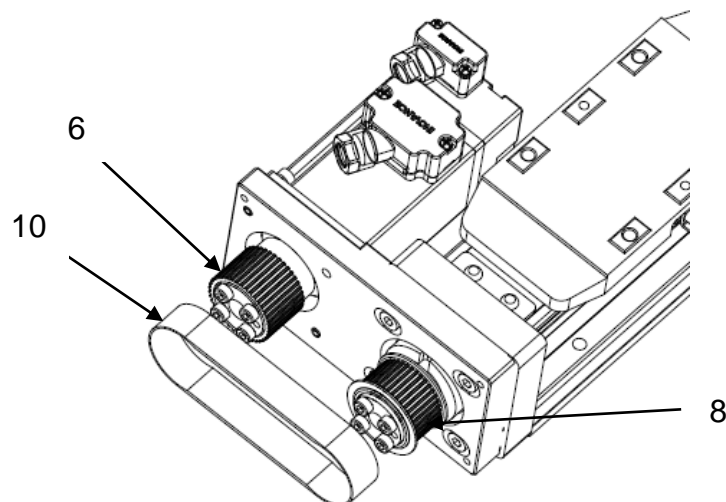

Рисунок 10 – Установка зубчатого ремня.
4) установить зубчатый ремень (поз. 10) на муфты (поз. 6 и 8) (см. рисунок 10). Натяжение ремня осуществляется согласно приложению Б;